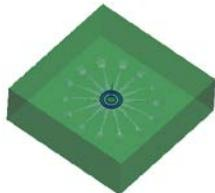

图 23.9 主流道
Step2. 创建图 23.9 所示的主流道。
(1) 单击 **模型** 功能选项卡 **切口和曲面** ▾ 区域中的 **拉伸** 按钮，系统弹出“拉伸”操控板。在操控板中，确认“实体”按钮 被按下。
① 定义草绘截面放置属性。在绘图区域右击，从系统弹出的菜单中选择 **定义内部草绘...** 命